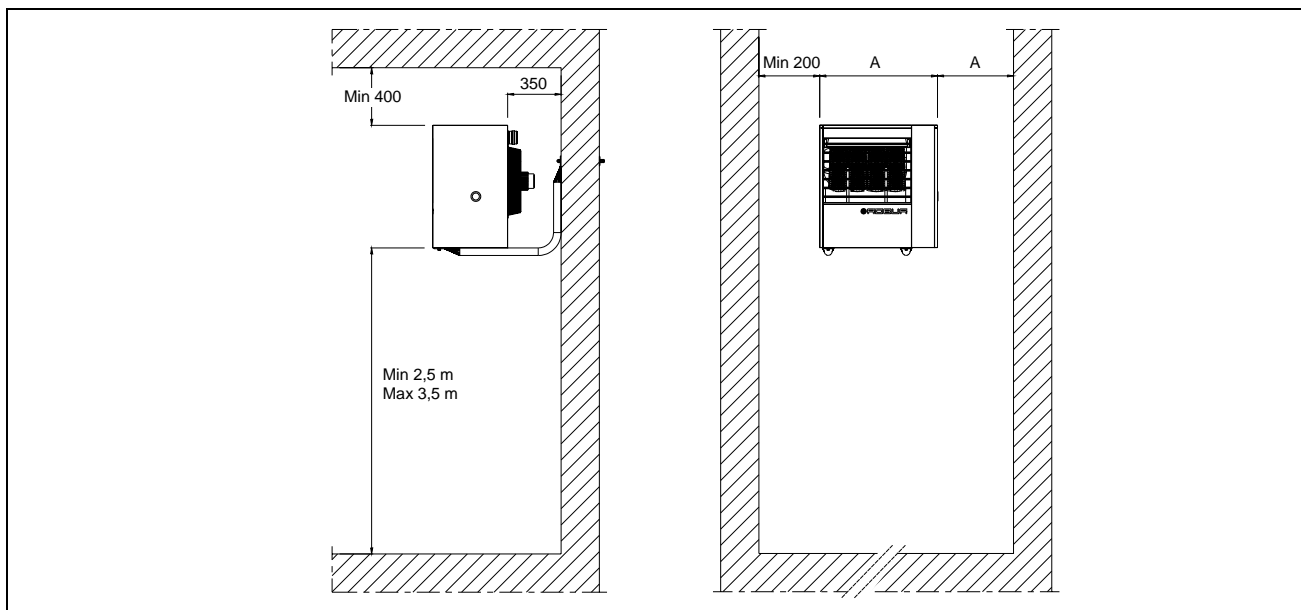

FIGURA 4 – DISTANZE DI RISPETTO: SPAZIO MINIMO UTILE PER L'INSTALLAZIONE DEL GENERATORE SERIE F1
- B) Nel caso di installazione di apparecchi serie F1 è necessario prevedere tra lato posteriore dell'apparecchio e muro una distanza minima di 350 mm al fine di consentire la sufficiente ripresa d'aria (vedi FIGURA 4).
- D) L'altezza ottimale consigliata da terra alla base del generatore è 2,5 - 3,5 m (vedi FIGURA 4).